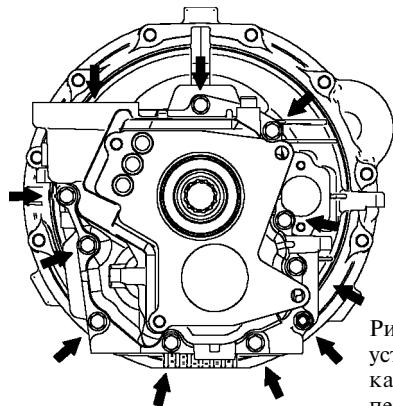

Рис. 6.9. Снятие и установка переднего картера коробки передач
8. Снимите передний картер коробки передач, отвернув болты крепления (показаны стрелками) (рис.6.9).